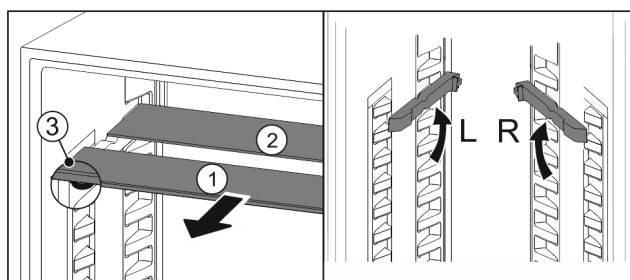

Fig. 58
- Издърпайте Fig. 58 (1) поотделно стъклените плочи напред.
- Стъклената плоча Fig. 58 (1) с декоративната лайстна е отпред.
- Ограничителите Fig. 58 (3) сочат надолу.